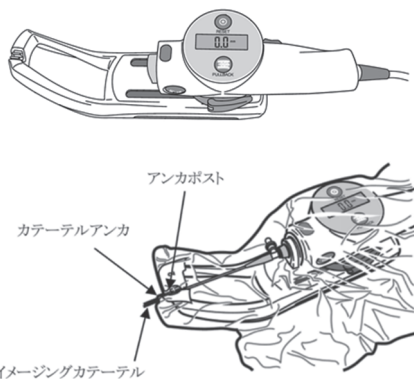

図 2: 超音波画像診断装置に係る附属品の取付け図
(1) 使用準備
- ① モータドライブ・ユニットのケーブルを所定のコネクタに接続する。
- ② モータドライブ・ユニットをリユーザブルスレッドに取り付ける (図 2 参照)。
- ③ 滅菌バッグ (本認証に含まれない) の包装を開け、無菌的に取り出し、モータドライブ・ユニット及びリユーザブルスレッドをこの中に入れる。
- ④ イメージングカテーテルのハブをモータドライブ・ユニットに確実に接続し、モータドライブ・ユニットのイメージングスタートボタンを押す。
- ⑤ カテーテルの認識コードが画面に表示されることを確認する。
- ⑥ イメージングカテーテルのアンカをリユーザブルスレッドのアンカポストにはめる (図 2 参照)。